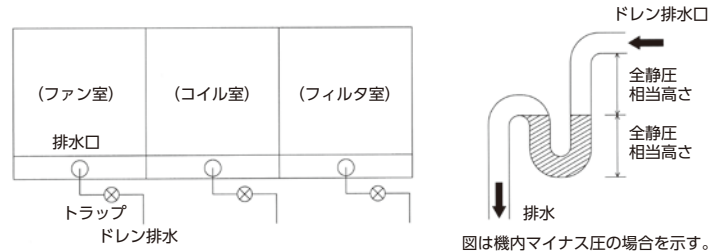

図6-3 ドレン配管施工および水封トラップ高さ
- ・ドレン排水口の水封トラップ高さは最小限、ファンの全静圧分設けてください。空気調和機停止時、機内にドレン排水が滞留しないようトラップの高さに注意してください。(図6-3参照)
- ・ドレン排水管の集合接続等、管内の圧力によって排水が逆流するおそれがある施工を行わないでください。(ドレン排水管には排水口それぞれに封水トラップを設け別々に配管してください。)(図6-3参照)